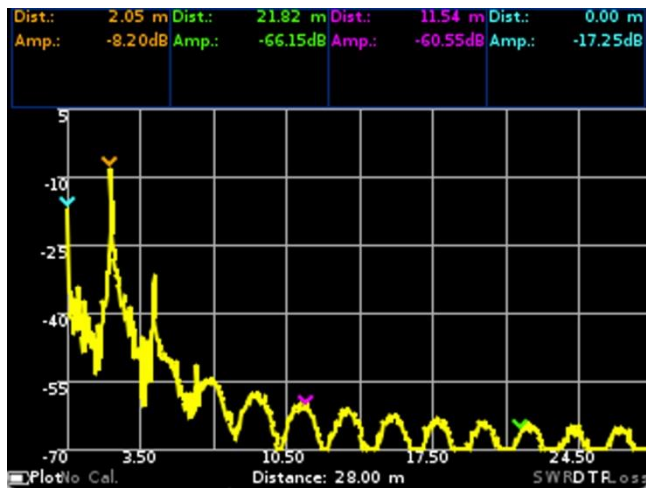

Рисунок 10.9. – График измерения расстояния до повреждения кабеля
10.7.1. **DTF** – **distance to fault** – расстояние до повреждения. Данный график (Рисунок 10.9) позволяет измерять расстояние до повреждения или неоднородности кабеля в линиях связи. Вычисляется как обратное преобразование Фурье от частотного массива коэффициентов отражения. На экране устройства график отображается как **DTF**.